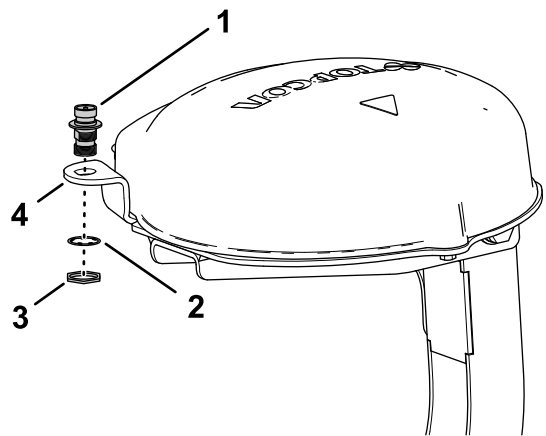

Figura 159
1. Alinee el conector coaxial con el orificio de la pestaña de la antena RTK, con las roscas del conector hacia abajo (Figura 159).
2. Monte el conector coaxial a la pestaña de la placa del receptor con la arandela de freno y la contratuerca, y apriete la contratuerca a mano (Figura 159).